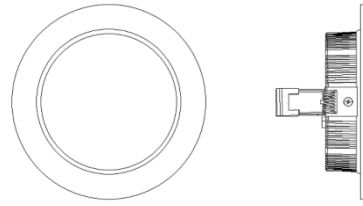

图 2 嵌顶式照明灯外形示意图
- b) 嵌顶式照明灯：根据功率不同，分为 2 种尺寸，以大尺寸为例，如图 2 所示。